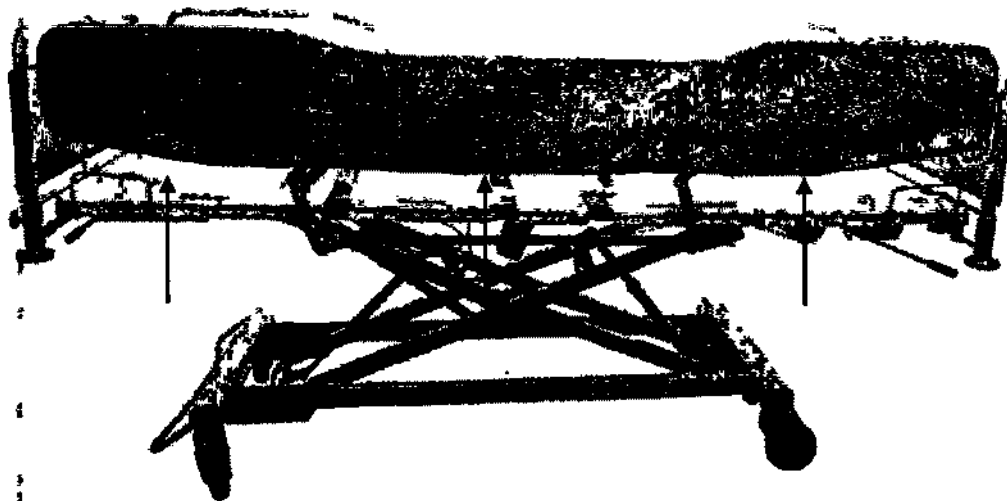

Рис. 115 Обивка установлена на боковые ограждения
1. Разместите обивку таким образом, чтобы отверстие в обивке совпало с рукояткой регулировки боковых ограждений (рис. 115).